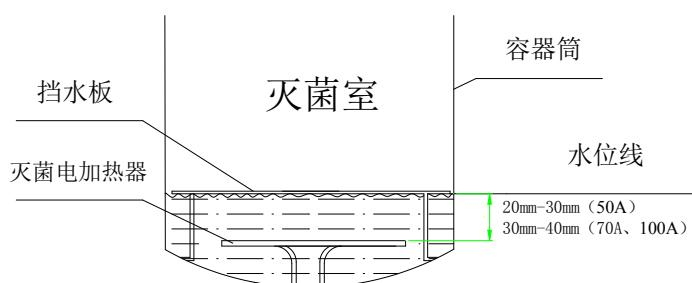

图 7 手动加水水位示意图
- c. 手动加水时，容器筒内水位应加至超过灭菌电加热器上表面 20mm~30mm (50A)；30mm~40mm (70A、100 A) 即可（挡水板下）。如下图 7 所示：